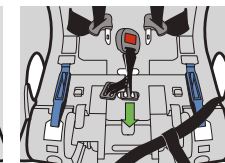

Figura 95
- Deslice la correa de la entrepierna fuera de la ranura, como se muestra en la **figura 95**.